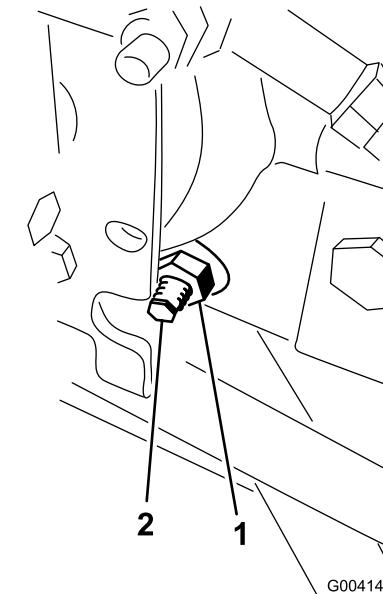

図 63
3. ハイドロスタットの右側にあるトラクション調整カムのロックナットをゆるめる図 63。